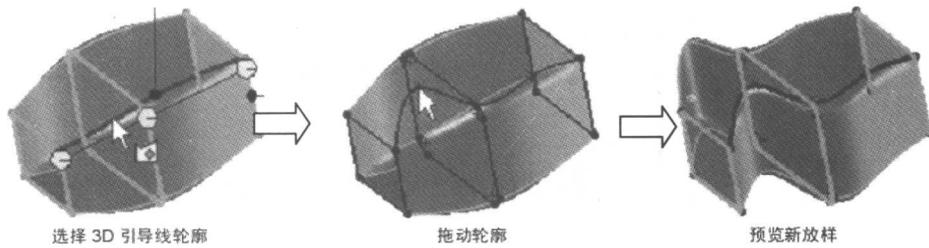

图 1-2 动态草图更新 ▲
- (1) 编辑特征。
- (2) 使用属性管理器中的草图工具，单击拖动草图以进入 3D 草图拖动模式。
- (3) 拖动引导线或轮廓以改变特征形状。
- (4) 单击  按钮，并预览新放样，实现过程如图 1-2 所示。